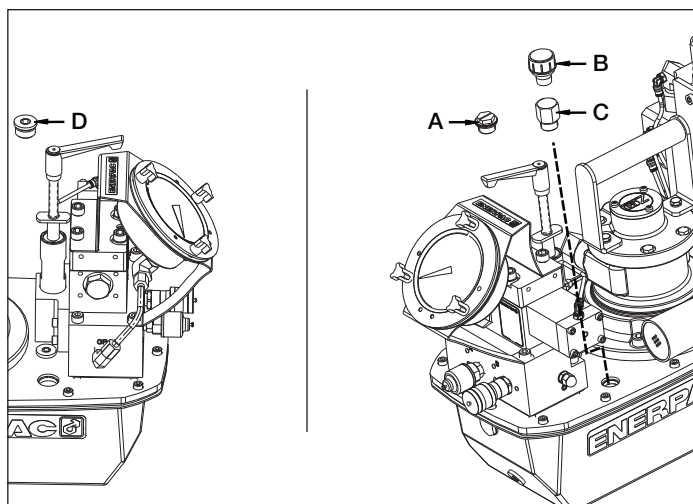
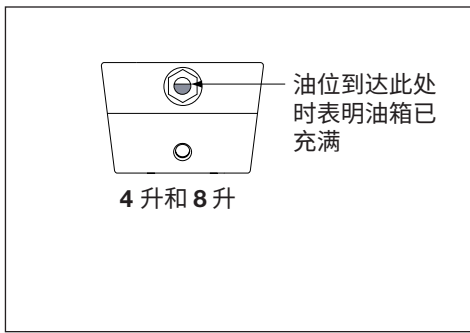

图2 - 注油塞和通气帽
图 4
4.1 通气帽和注油塞 (请参阅图 2)
启动前检查泵的油位,必要时,从盖板上拔掉 SAE #10 塞,然后给泵加油 (见图 2)。当油位到达观察孔顶部时,就表明油箱已充满。(图 4)